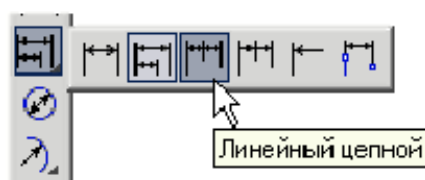
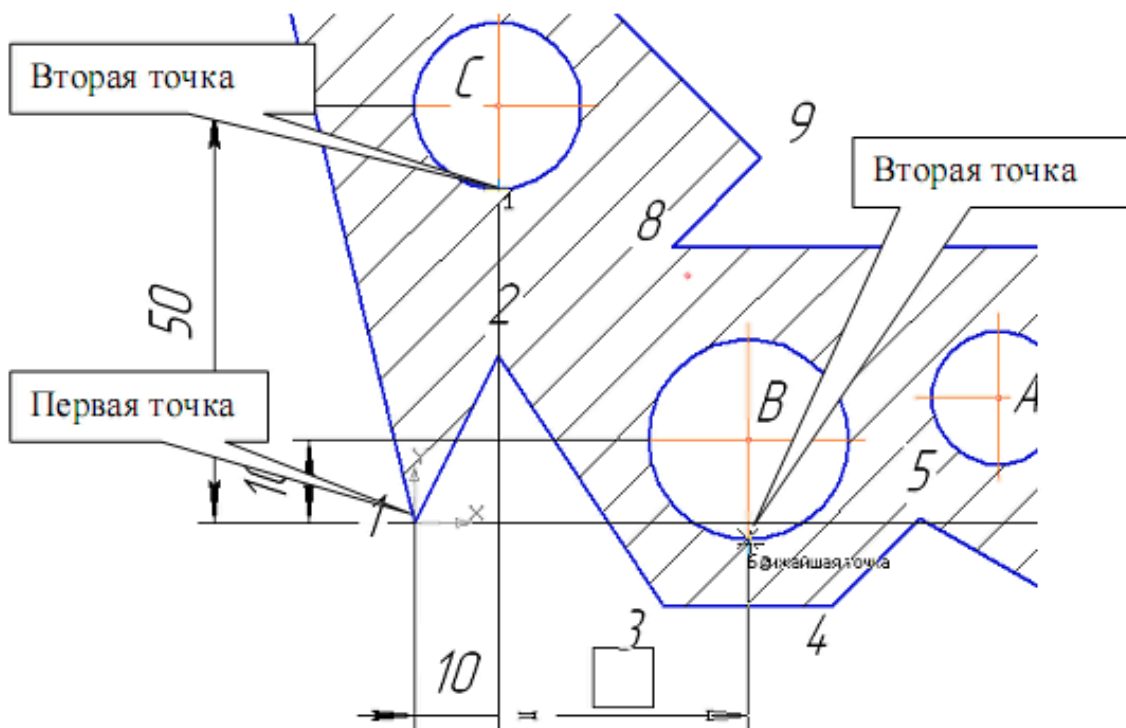

Рис. 45
Рис. 46
- На панели **Размеры** сделайте активной команду **Линейный цепной**, рис. 45. Зафиксируйте точку 1 и укажите положение окружности C (вторая точка), проставив горизонтальный размер, рис. 46. Затем определите положение окружности B (вторая точка) и окружности A. Перевите команду.